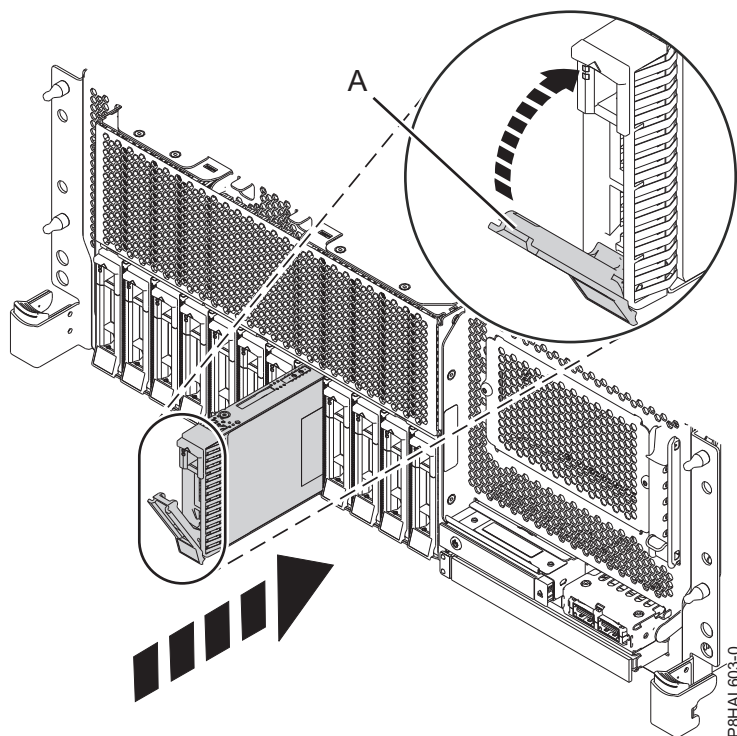
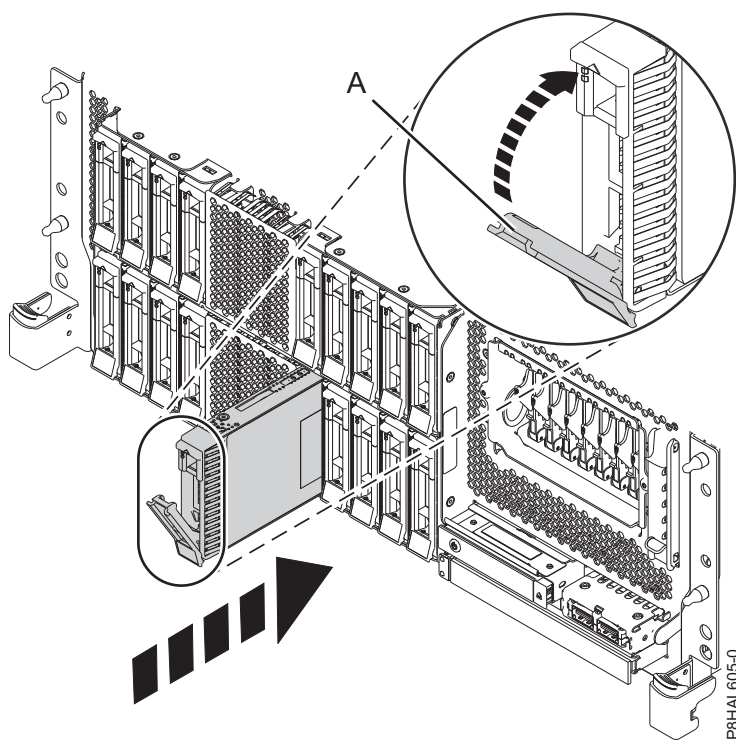
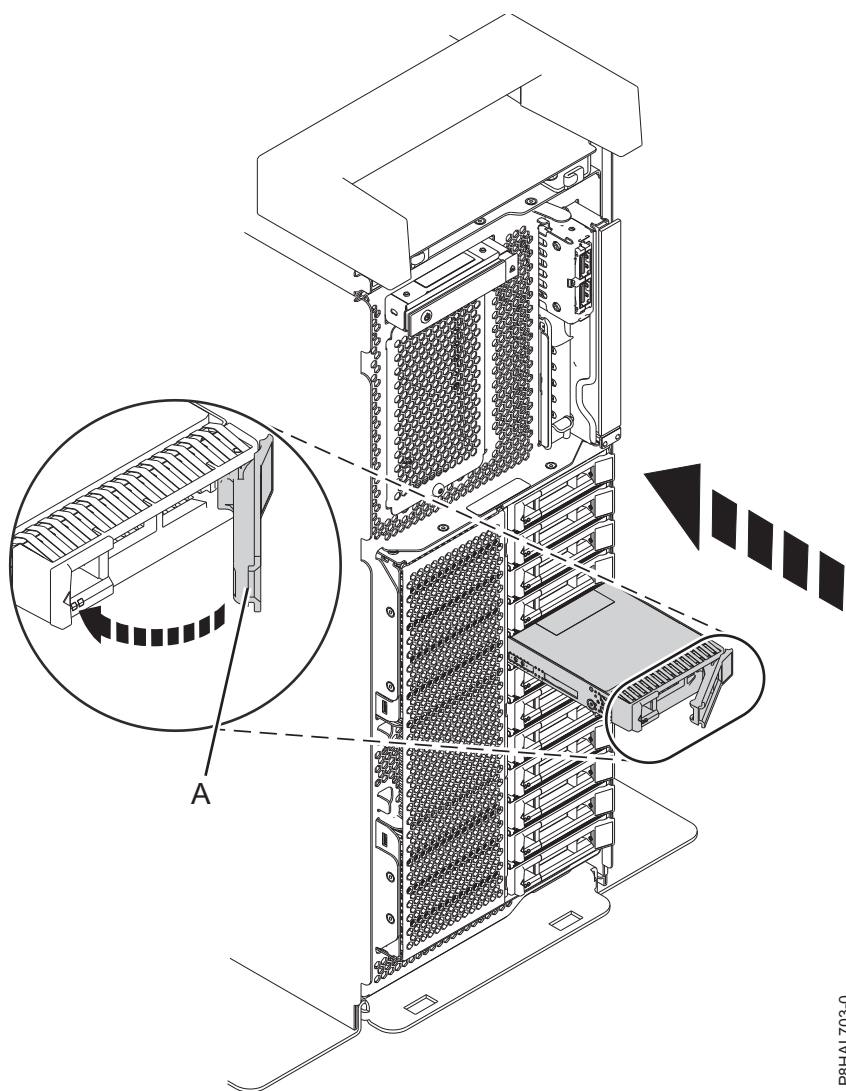
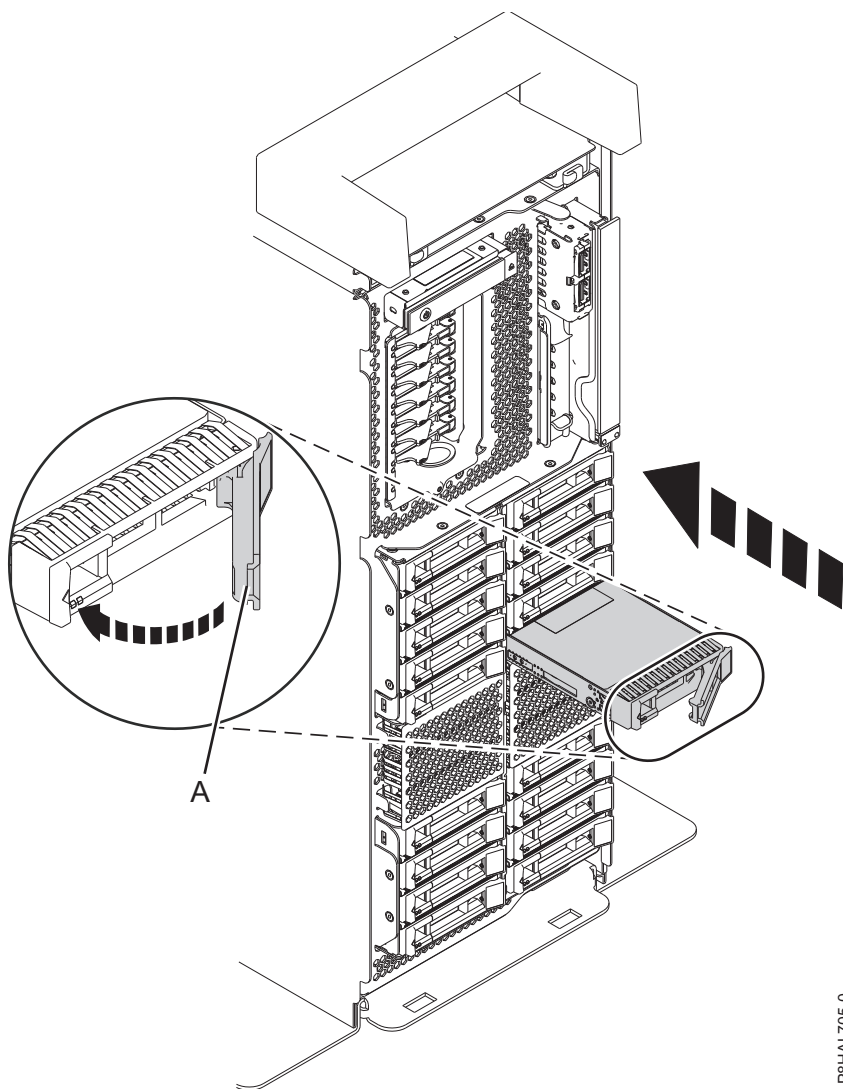

Figura 46. Instalar uma unidade de disco num sistema de função base montado em bastidor
Figura 47. Instalar uma unidade de disco num sistema de função expandida montado em bastidor
Figura 48. Instalar uma unidade de disco num sistema de função base autónomo
Figura 49. Instalar uma unidade de disco num sistema de função expandida autónomo
4. Desbloqueie a pega do compartimento de unidade (A) apertando-a e puxando-a para fora. Se a pega não estiver completamente fora, a unidade não deslizará para dentro do sistema. Consulte a Figura 46 na página 53, Figura 47 na página 54, Figura 48 na página 55 e a Figura 49 na página 56.
8. Quando o LED identificador pisca para a ranhura seleccionada, faça deslizar a unidade completamente para a ranhura empurre a pega do compartimento de unidade (A) até bloquear, como mostrado na Figura 46, Figura 47 na página 54, Figura 48 na página 55 e Figura 49 na página 56.